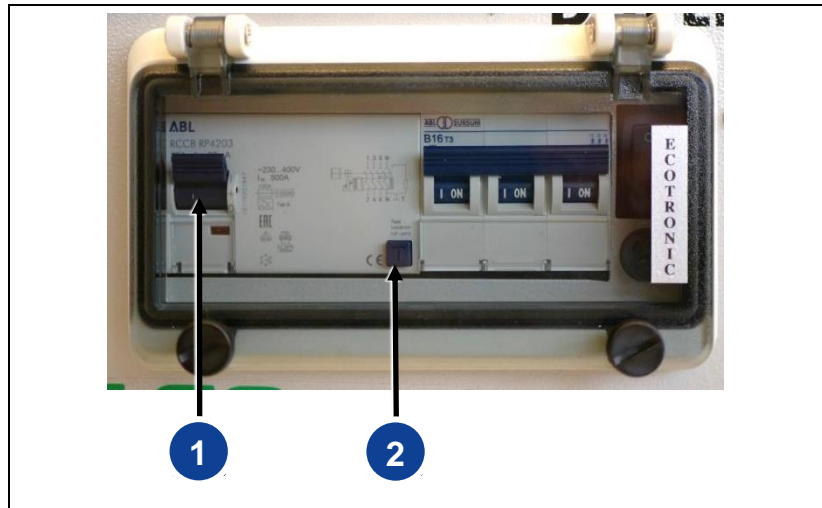

Fig. 5-1: Disjoncteur différentiel
De plus, le personnel utilisateur doit, à chaque utilisation, contrôler le déclenchement mécanique du dispositif de protection en actionnant la touche de test du disjoncteur différentiel à courant de fuite (DDR) (voir Fig. 5-1-(2)).
2. Placez le disjoncteur (Fig. 5-1-(1)) en Pos. 1.
3. Actionnez la touche de test (voir Fig. 5-1-(2)).
- ✓ La position du disjoncteur (voir Fig. 5-1-(1)) indique le résultat :
4. Remplacez le disjoncteur (Fig. 5-1-(1)) en position 1, afin de pouvoir à nouveau faire fonctionner l'équipement raccordé au groupe électrogène.